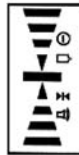

Fig. 6
- Pulse la tecla de encendido para encender la unidad. La pantalla LCD iluminará todos los segmentos indicadores durante 0.5 segundos (Fig 6). Cuando los segmentos indicadores ya no están iluminados, el detector está listo para usar.